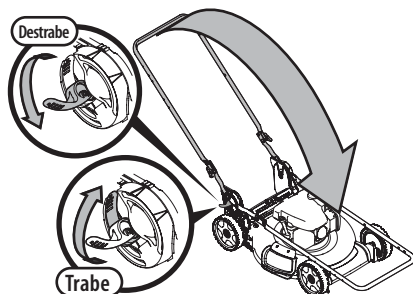

Figura 37
3. Destrabe las dos palancas de liberación de manija. Vea el recuadro de la Figura 37.
4. Pliegue la manija hacia adelante hasta la posición de almacenamiento (Figura 37). No presione los cables del control de la transmisión o de la cuchilla (si se incluyen) mientras baja la manija.
5. Trabe las dos palancas de liberación de la manija (recuadro, Figura 37).
2. Para desplegar la manija, destrabe las dos palancas de liberación de la manija (recuadro, Figura 37) y realice los PASOS 5-8 de MONTAJE, Manija de Almacenamiento Vertical en la página 32.